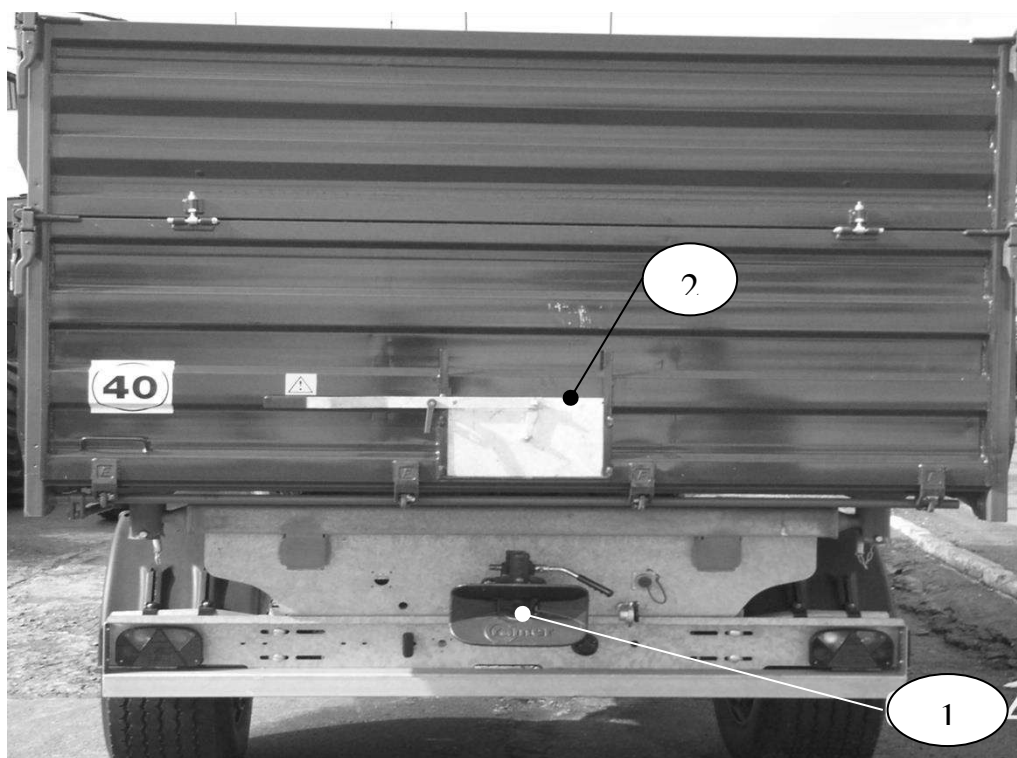

Рис. 3 Задний борт
2.1.7 Задний борт имеет люк (рис.3 поз.2) для выгрузки сыпучих грузов выгрузным шнеком и без него. Может использоваться в качестве смотрового люка.
2.1.10 Заднее автоматическое сцепное устройство (рис.3,4 поз.1) позволяет быстро и надежно присоединять дополнительный прицеп.